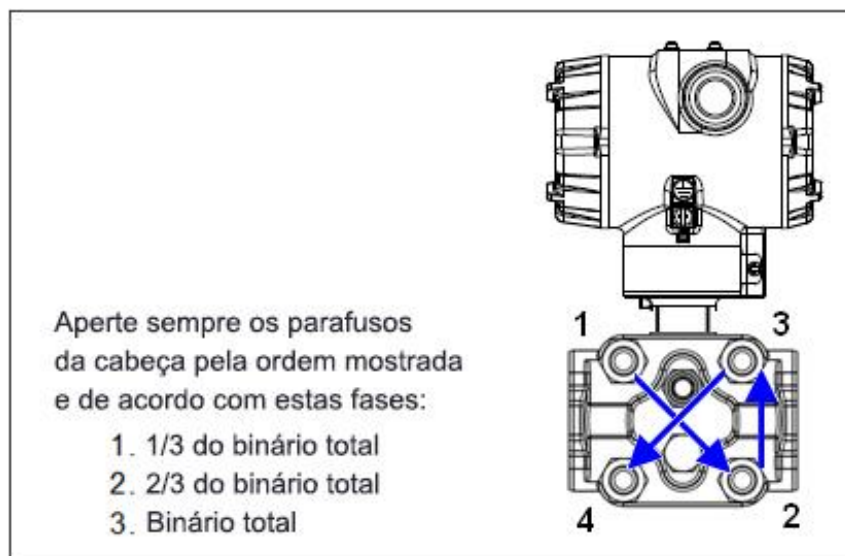

Figura 20 – Sequência de aperto dos parafusos da cabeça
4. Desaperte as porcas pela ordem mostrada na Figura 20.
12. Utilizando uma chave dinamométrica, aperte gradualmente as porcas pela ordem mostrada na Figura 20. Aperte os parafusos da cabeça em fases de 1/3 do binário total, 2/3 do binário total e binário total. Consulte a Tabela 13 para obter os requisitos de binário em função do tipo e modelo de Transmissor.